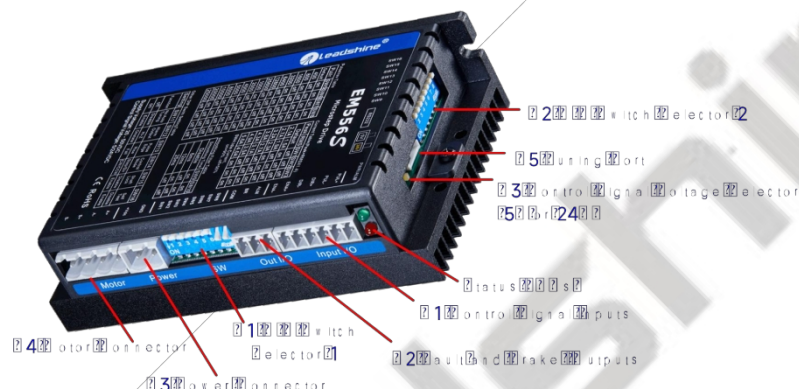

Figura 2 Ubicación de los conectores, interruptores DIP y LED
DIR- (CCW-)	(5) La señal DIR requiere un avance mínimo de 5 µs respecto a la señal PUL en el modo de pulso único (6) El flanco activo de PUL y DIR se configura mediante el interruptor DIP SW13 (7) El ajuste de fábrica de la tensión de la señal de control es de 24 V; si es de 5 V, es necesario configurar S3 (figura 2)
ENA-	(3) La señal ENA requiere una señal DIR previa de al menos 5 µs en modo de pulso único (4) La tensión predeterminada de la señal de control es de 24 V; si es de 5 V, hay que configurar S3 (figura 2) (5) El tiempo de activación debe ser de al menos 200 ms
El DM556 admite señales de control diferenciales o de un solo extremo (impulso, dirección y habilitación) en conexión de colector abierto o PNP a través del conector P1 (figura 2). Se recomienda añadir un filtro de línea EMI entre la fuente de alimentación y el variador para aumentar la inmunidad al ruido del variador en entornos con interferencias.
El primer selector de 8 bits se encuentra en el lateral (selector DIP 1 en la figura 2) y se utiliza para configurar los ajustes de resolución de micropasos, corriente de salida y corriente de reposo del motor, tal y como se muestra a continuación; el ajuste de fábrica de SW1-SW8 es OFF, OFF, OFF, OFF, OFF, OFF, ON, ON.
El segundo conmutador DIP de 8 bits se encuentra en la parte superior (selector de conmutador DIP 2 en la figura 2) y se utiliza para configurar los ajustes del tiempo de filtrado de las órdenes de control, la autoconfiguración del motor, la impedancia de salida de fallo, el flanco activo del pulso, el modo de control, el bloqueo del eje y la autocomprobación, tal y como se muestra a continuación; el ajuste de
El tercer selector de 1 bit se encuentra en la parte superior (selector de interruptor DIP 3 en la figura 2) y se utiliza para configurar la tensión de las señales de control. Por motivos de seguridad del acoplamiento óptico, el ajuste de fábrica es de 24 V, lo que elimina la necesidad de conectar resistencias de 2 kΩ como en los antiguos variadores, lo que facilita su uso. Cuando la tensión de la señal de control es de 5 V, el S3 debe ajustarse a 5 V; de lo contrario, el motor no funcionará.